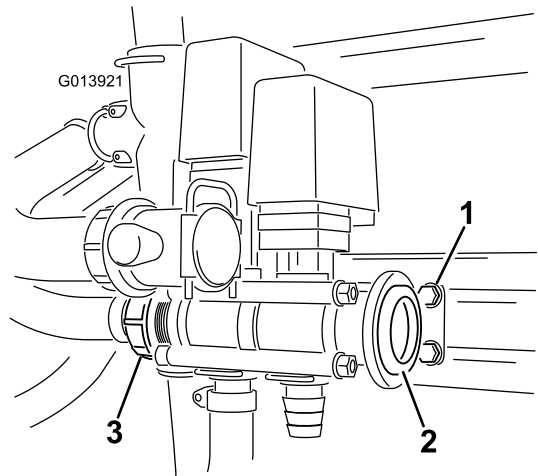

Figura 7
16. Apriete todos los pernos en un patrón cruzado, poco a poco, para asegurarse de que la junta tórica se asiente correctamente y para evitar fugas. Asegúrese de que el soporte queda libre para ajustarse a medida que se junten las válvulas (Figura 7). El par de apriete máximo es de 271-339 N-cm.
19. Introduzca la junta en el adaptador y coloque la abrazadera abierta sobre el cuerpo del adaptador (Figura 7).